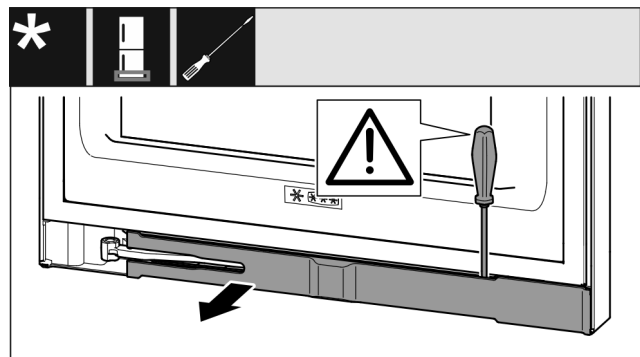

Fig. 13
- ▶ Nxirrni nga foleja shiritin mbulues me një kaçavidë dhe shtyjeni anash Fig. 13 ().